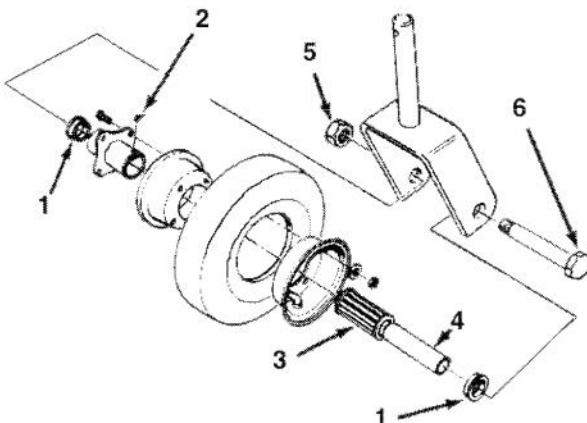

Figure. 4
1. Enlever le contre-écrou du boulon à tête qui fixe l'ensemble roue pivotante entre la fourche (Fig. 4). Tenir la roue et retirer le boulon à tête de la fourche.
Nota: tenir compte des deux anneaux de retenue du roulement (Fig.4).
2. Incliner la roue pour faire tomber le roulement et le manchon entretoise (Fig. 4).
- Pomper encore de la graisse par le graisseur de la roue (Fig. 4), jusqu'à ce que le roulement soit bien graissé.